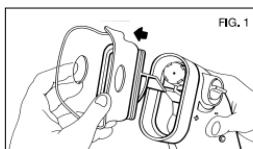

FIG. 1
1. Escolha um lugar onde possa efectuar a operação com comodidade. Retire a máscara respiratória do aparelho (fig. 1).